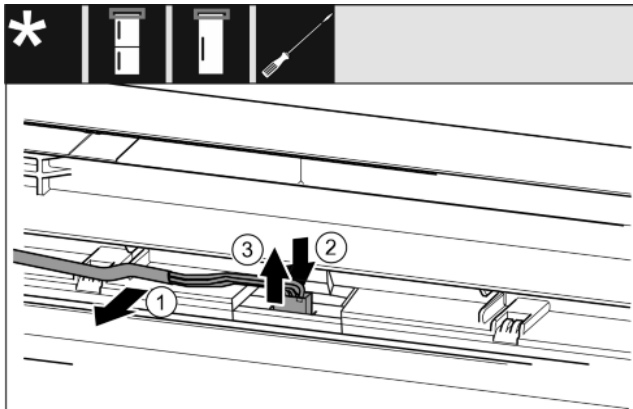

Fig. 7
- ▶ Graues Kabel vorsichtig aus der Führung in der Tür lösen. *Fig. 7 (1)*
- ▶ Lasche hinter dem Stecker nach hinten drücken. *Fig. 7 (2)*
- ▶ Stecker vorsichtig nach oben herausziehen. *Fig. 7 (3)*